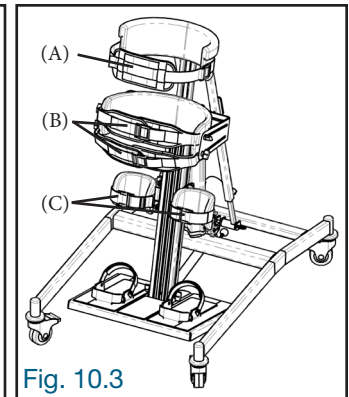

Fig. 10.3
10.3. Afin de maintenir sécuritairement l'utilisateur à l'intérieur, ajuster et boucler les sangles en respectant l'ordre suivant (Fig. 10.3):